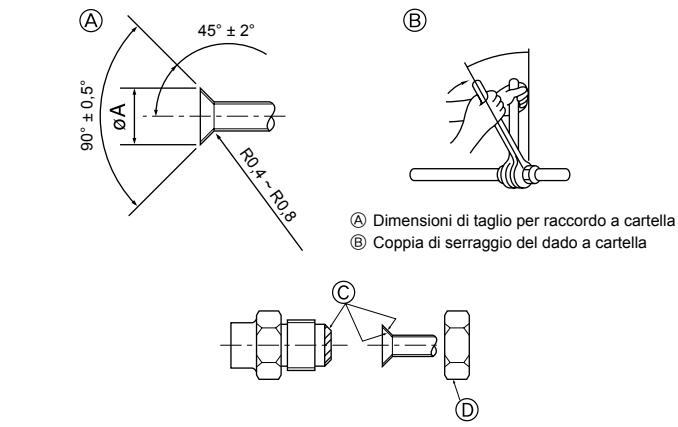

Fig. 4-1
- Stendere uno strato sottile di oliorefrigerante sul tubo e collegare la superficie di appoggio prima di serrare il dado a cartella. (A) (Fig. 4-1)
- Serrare i raccordi dei tubi usando due chiavi. (B) (Fig. 4-1)
- Applicare olio adatto alle macchine di refrigerazione sull'intera superficie di allungamento svasata. (C) (Fig. 4-1)
- Utilizzare i dadi a cartella per le seguenti dimensioni di tubazioni. (D) (Fig. 4-1)
(A) (Fig. 4-1)
(B) (Fig. 4-1)